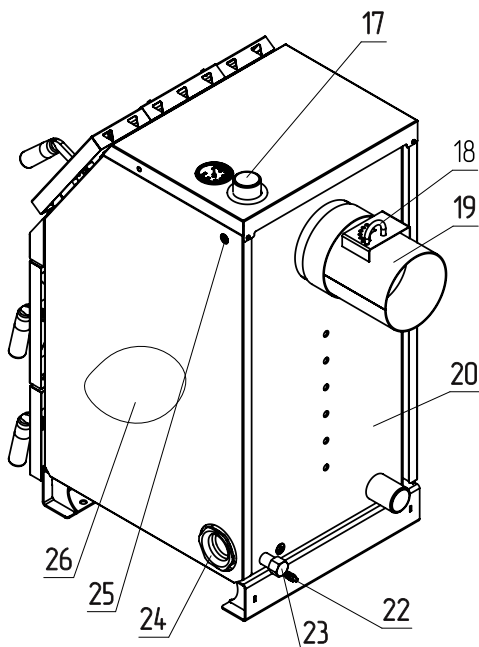

Рис.1 Конструкция отопительного котла
5.1. Котел (рис.1) состоит из корпуса (поз.20), топки (поз.3), теплообменника (поз.1), патрубков дымохода (поз.19) (опция). Для регулировки тяги обязательна установка регулируемого патрубка дымохода ZOTA или шибер (задвижки), как элемента дымохода согласно СП 7.13130.2013. При закрытом положении шибера (задвижки) должно оставаться свободным не менее 20% номинального сечения патрубка дымохода.
Внимание! Не допускается эксплуатация котла без установленной заслонки (рис.1 поз.27), шуровочной решетки (рис.1 поз.8) и зольного ящика (рис.1 поз.5). Эксплуатация котла без установленной заслонки, шуровочной решетки и зольного ящика приводит к прогоранию и деформации водонехлаждаемых поверхностей котла и лакокрасочного покрытия. Котел не выходит на номинальную мощность. В случае нарушений условий эксплуатации котла рекламации не принимаются.